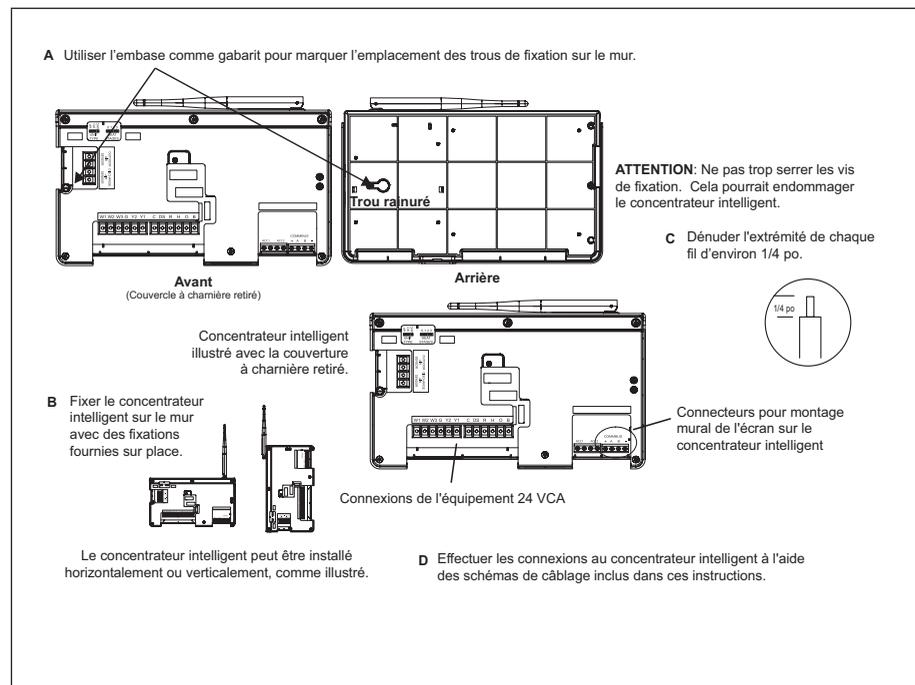

Figure 17. Installation du concentrateur intelligent
2. Suivez la procédure décrite à la « Figure 17. Installation du concentrateur intelligent » à la page 12.